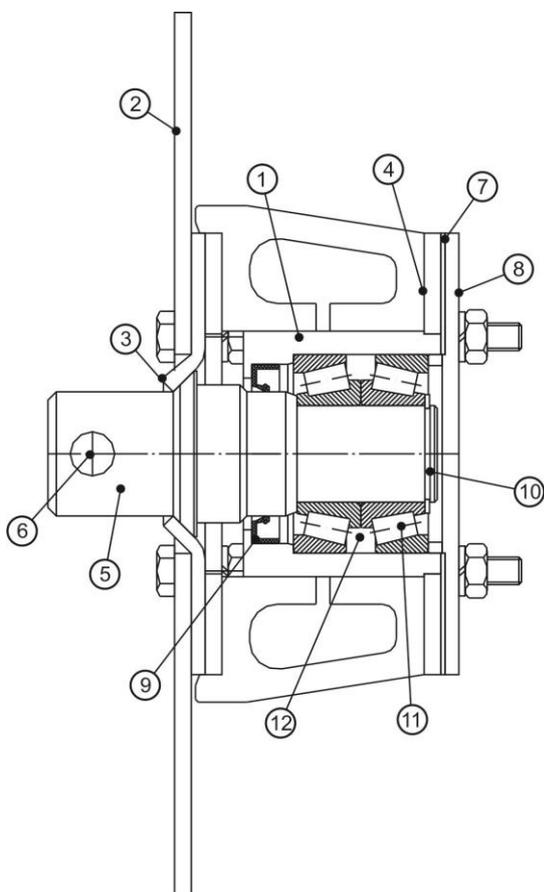

Рис. 17 Подшипниковая опора консольная
Подшипниковая опора консольная (Рис. 17) винтового конвейера-питателя состоит из: корпуса (1), переднего фланца (2), резинового уплотнения (3), заднего фланца (4), приводного вала (5) с отверстием (6), прокладки (7), крышки (8), армированной манжеты 1.2 45 x 65 ГОСТ 8752 (9), стопорного кольца наружного 35 ГОСТ 1394 (10), подшипников 7507А ГОСТ 27365 (11). Пространство (12) между подшипниками (11) на $\frac{1}{2}$ своего объема заполнено смазкой ЛИТОЛ 24.